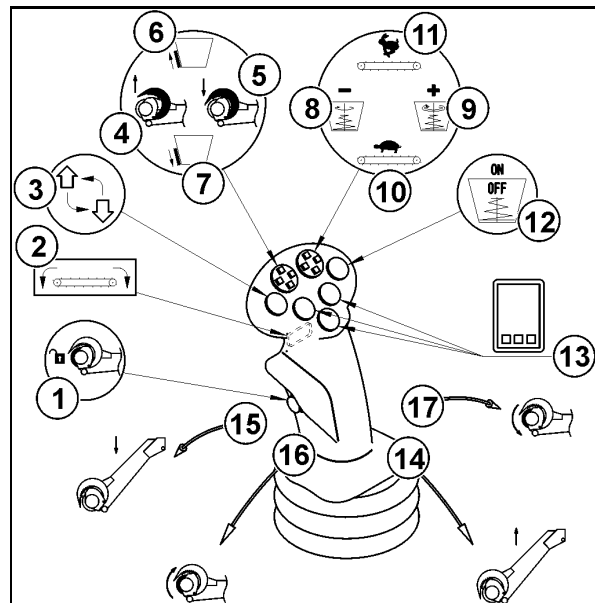

Fig. 174
6. Öffnen Sie den Dosierschieber langsam (Fig. 174/6), bis das Futter gleichmäßig aus der Austrageöffnung ausgetragen wird.
8. Korrigieren Sie ggf. die eingestellte Bandgeschwindigkeit für das Quer-Förderband (Fig. 174/10 bzw. 11).
- 9.1 Schließen Sie den Dosierschieber (Fig. 174/7).
- 9.2 Schalten Sie das Quer-Förderband erst aus (Fig. 174/2), wenn kein Futter mehr ausgetragen wird.
- 10.2 Schließen Sie den Dosierschieber (Fig. 174/7).
- 10.3 Schalten Sie das Quer-Förderband erst aus (Fig. 174/2), wenn kein Futter mehr ausgetragen wird.
- 10.5 Schalten Sie die Mischschnecken aus (Fig. 174/12).